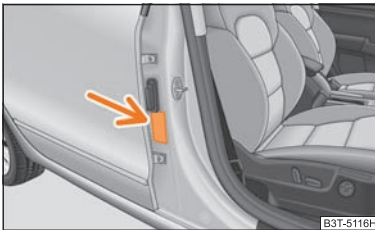

Abb. 162 Aufkleber an der mittleren Karoseriesäule auf der Beifahrerseite
- Auf diese Tatsache weist auch der Aufkleber hin, der sich an der mittleren Karoseriesäule auf der Beifahrerseite befindet ⇒ Abb. 162. Der Aufkleber ist nach dem Öffnen der Beifahrertür sichtbar. Für einige Länder ist der Aufkleber auch an der Sonnenblende des Beifahrers angebracht.